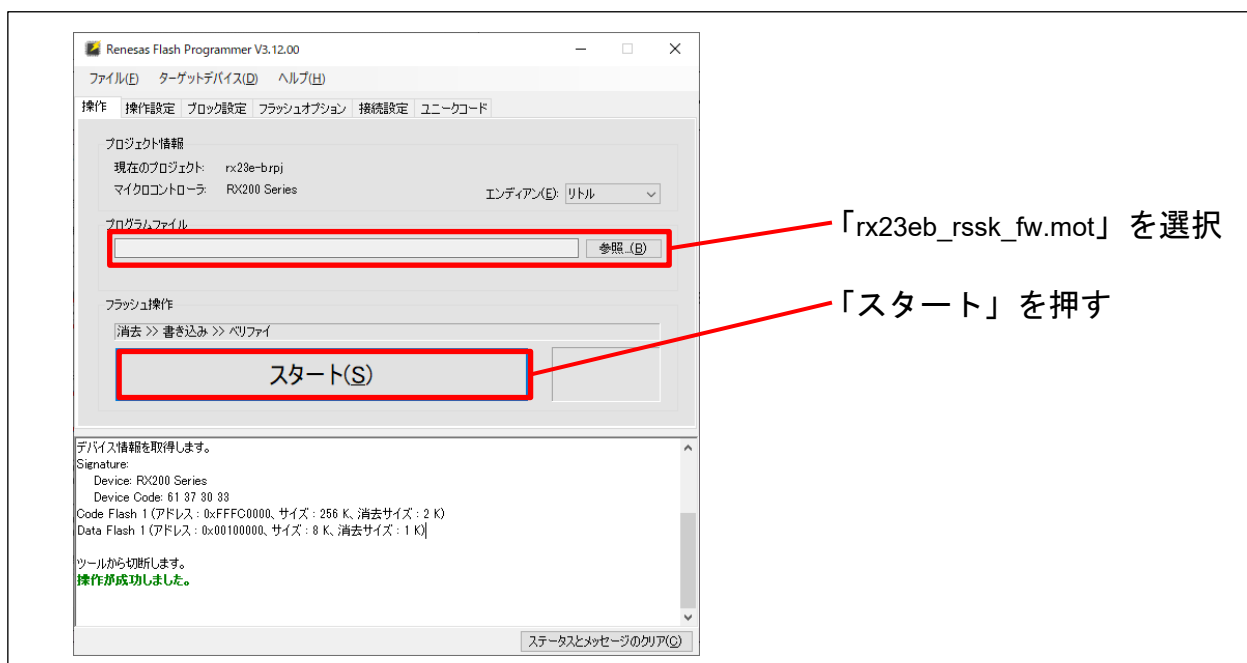

図 3-5 Renesas Flash Programmer 書き込み操作
4. 図 3-5 を参考に「rx23eb_rssk_fw.mot」を選択し、RSSKRX23E-B ボードのリセットスイッチを押したのちに、「スタート」を押します。